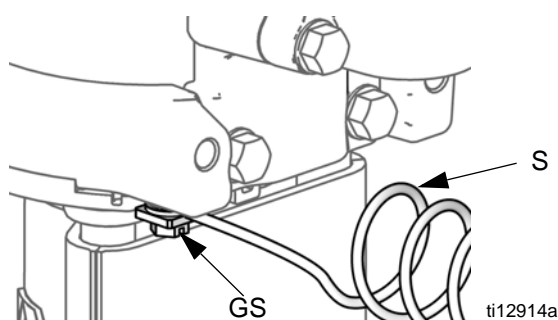

FIG. 4. Aard de pomp.
Pomp: Zie FIG. 4. Controleer of de aardingschroef (GS) veilig is bevestigd en vastgedraaid is aan de luchtmotor. Sluit het andere uiteinde van de aardingsdraad (S) aan op een goede aarde.